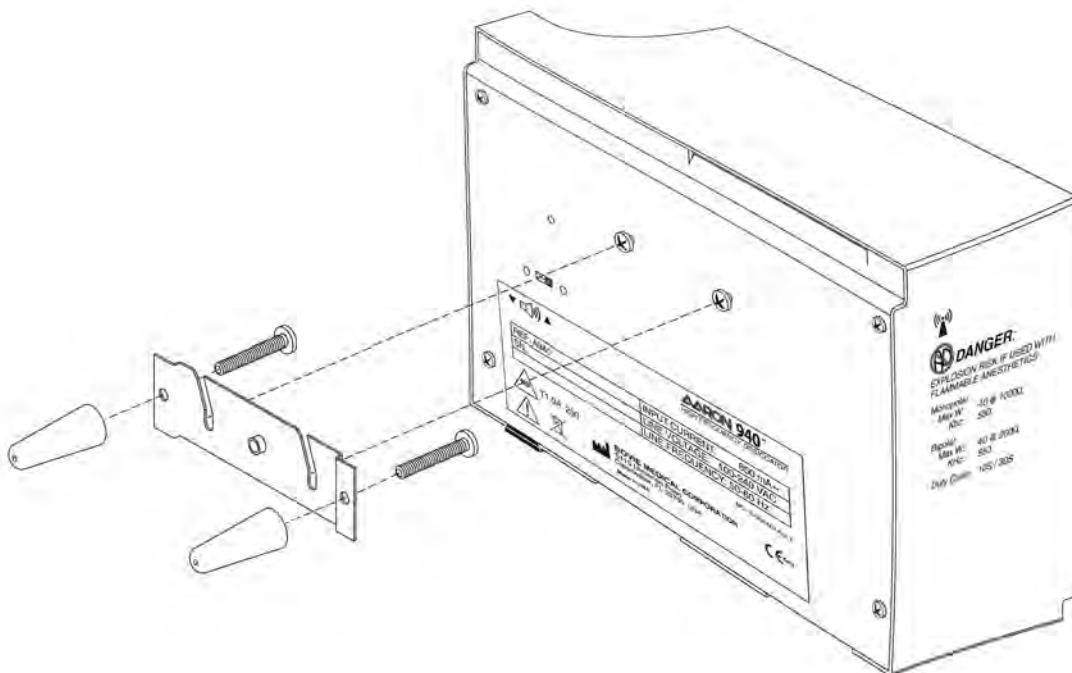

Figura 1
1. Montare l'unità Aaron 940™ sulla parete o sul supporto mobile opzionale utilizzando il kit di assemblaggio standard (vedere la figura 1). Non attivare l'unità in posizione orizzontale, in quanto potrebbero esservi versati liquidi nell'unità.